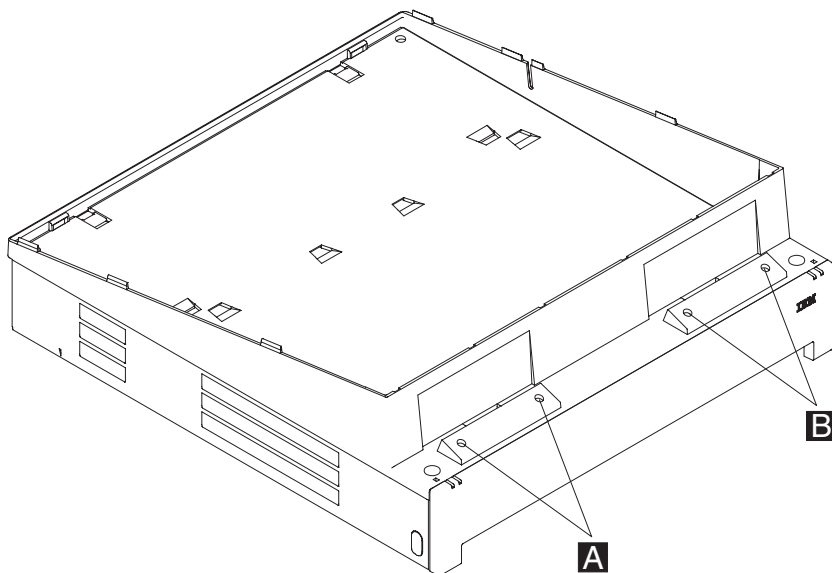

图 57. 显示器支撑杆的连接点
9. 使用两个塑料指旋螺丝在第 64 页的图 57 中的 **A** 或 **B** 位置将显示器支撑杆固定在系统部件或现金抽屉上。这个底座是非对称的，只适合一种方向。